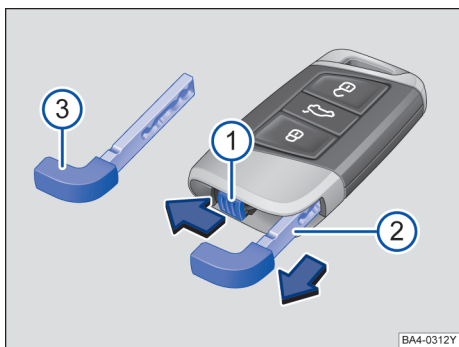

图 46 车辆钥匙：解锁应急钥匙
→ 图 46 的图例：
- ① 沿箭头方向移动锁门。
- ② 沿箭头方向拔出应急钥匙。
- ③ 应急钥匙。
在汽车钥匙中有一把用于手动解锁和锁止车辆的应急钥匙→图 46 ③。